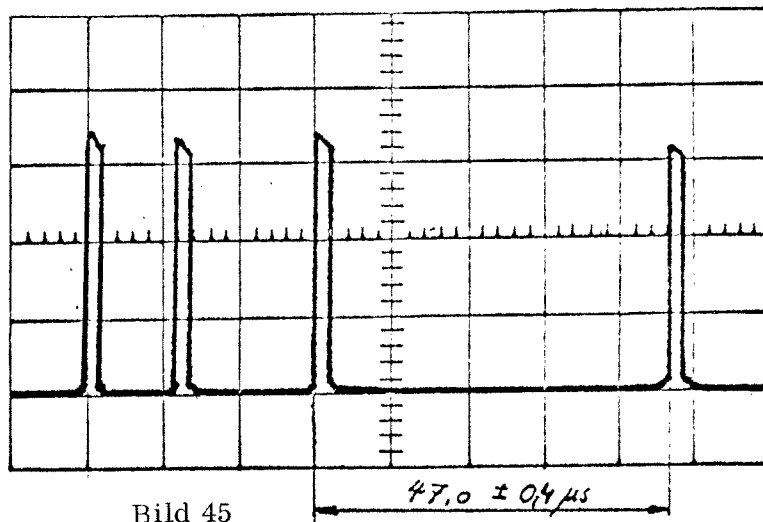

Bild 45
4.08.3 Mät tiden från puls A3 framkant, i testuttaget B i FE, till framkanten på pulsen i testuttaget H i FE. Justera spolen 1 läge i fördröjningsledning (FL2) så att tidsskillnaden blir $47,0 \mu\text{S} \pm 0,4 \mu\text{S}$. Se bild 45.